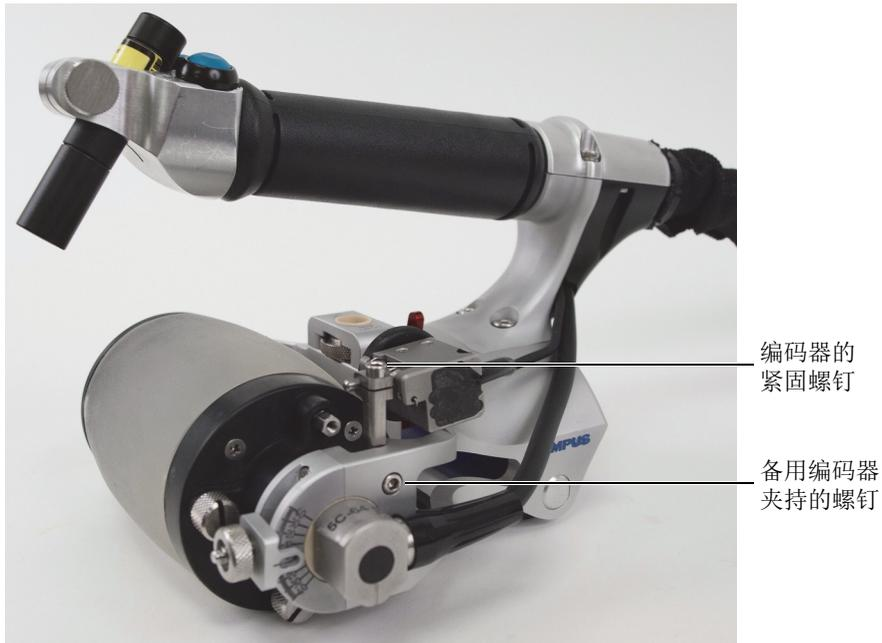

图 6-41 安装在备用编码器夹持中的Mini-Wheel（袖珍轮）编码器
11. 将Mini-Wheel（袖珍轮）编码器安装到编码器夹持中（参见第113页的图 6-41）。